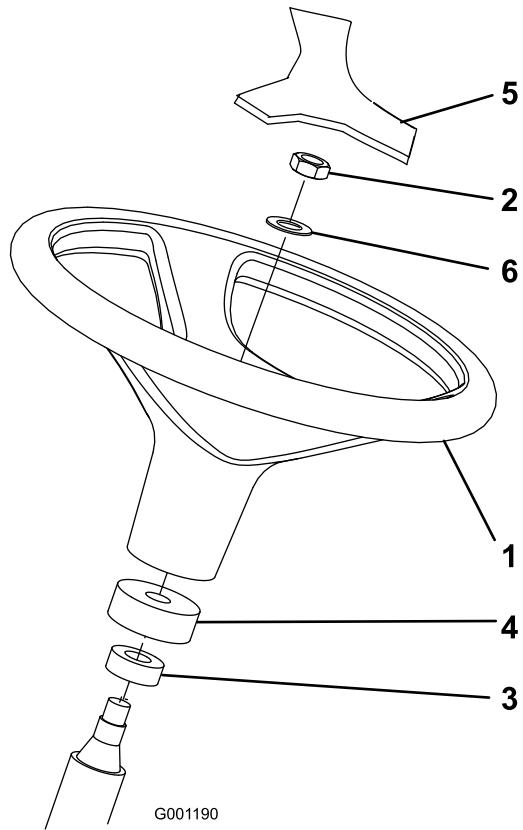

Figura 3
1. Retire o volante do patim de envio (Figura 3).
Nota: Certifique-se de que o anel de esponja e cobertura de resguardo estão montados na coluna de direção (Figura 3).
3. Encaixe o volante e anilha na coluna de direção (Figura 3).
5. Monte a tampa no volante (Figura 3).